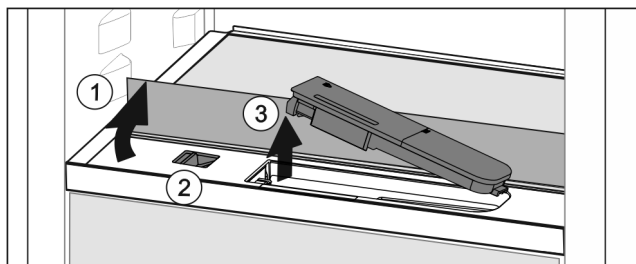

Fig. 59
- ▶ Nadvihnite sklenú dosku a až na doraz ju sklopte dozadu Fig. 59 (1).
- ▶ Potlačte posúvač Fig. 59 (2) doľava.
- ▶ Vyberte nádržku na vodu Fig. 59 (3).